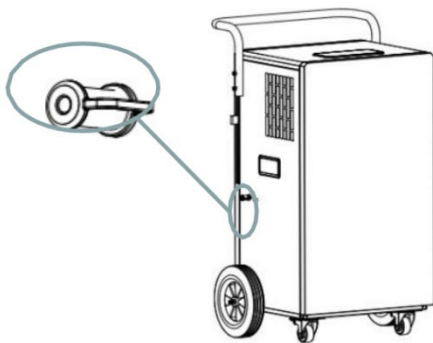

Fig.1
1. Vérifiez si le bouchon d'eau du trou de drainage continu est serré. Comme le montre la fig.1